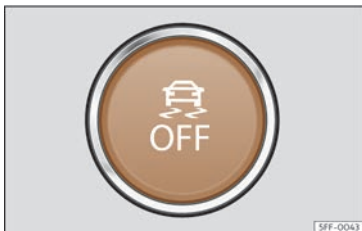

Fig. 118 Na parte inferior da consola central: botón para conectar/desconectar o ESC
- O ESC en modo “Sport” pódese desconectar e conectar mediante unha pulsación curta no botón  da consola central >>> **fig. 118**.
- O ESC pódese desconectar e conectar mediante unha pulsación longa no botón  da consola central >>> **fig. 118**.